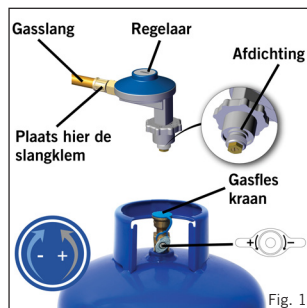

Fig. 1
- Bij het vervangen van een gasfles de kraan van de gasfles dichtdraaien en dan de kraan van het toestel dichtdraaien (zie fig. 1 en 2). Zorg dat de vlam gedoofd is voordat u de gasdrukregelaar losschroeft. Monteer een nieuwe volle gasfles volgens dezelfde voorzorgsmaatregelen zoals hierboven beschreven.